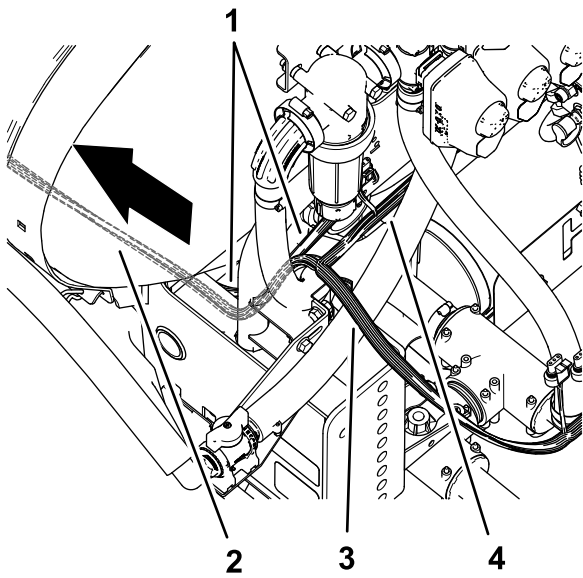
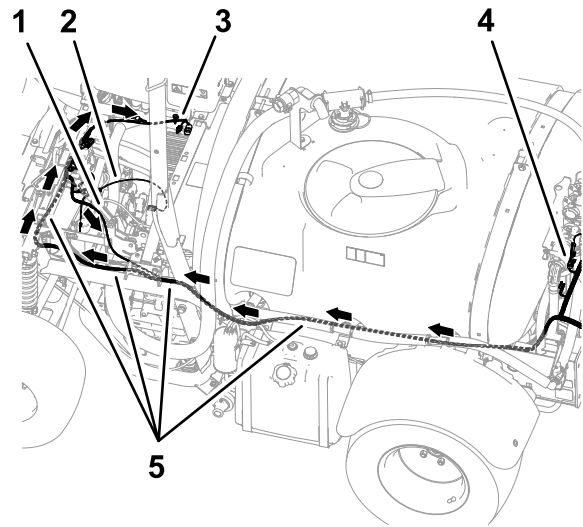

**Figure 76**
**Figure 77**
2. Acheminez les branches de 84 cm, 60 cm et 66 cm du faisceau du kit vers le côté gauche de la machine, en suivant le faisceau de câblage de la machine (Figure 76 et Figure 77).